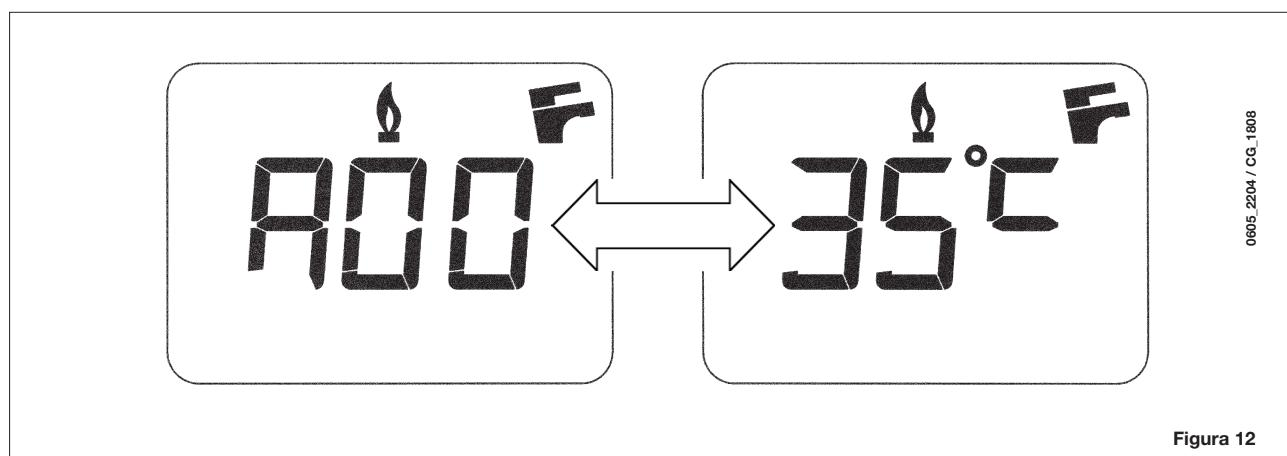

Figura 12
**NOTA:** cuando la función “INFO” está activada, en el display (figura 12) aparece la indicación “A00” alternada con la temperatura de salida de la caldera: